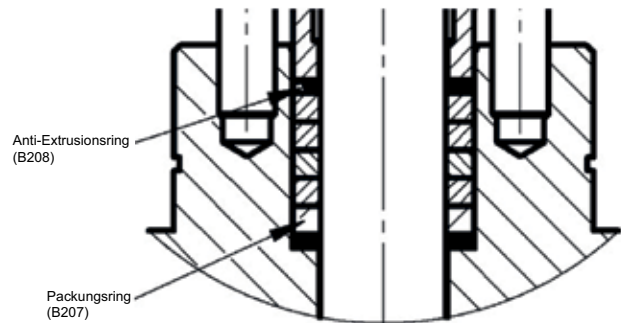

Abbildung 15: Anordnung der Packung
- Beachten Sie bei der Anordnung der Packungen Abbildung 15.
- Die Anzahl der bereitgestellten Packungsringe variiert je nach Ventilgröße; es werden jedoch immer mindestens zwei Anti-Extrusionsringe bereitgestellt, die gemäß Abbildung 15 angeordnet sein müssen.